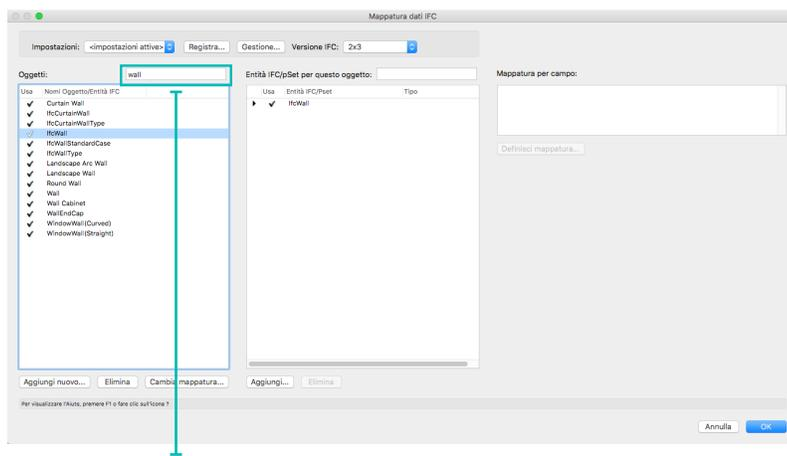

FIGURA 21
2. Selezionare l'oggetto che deve essere modificato, eventualmente utilizzando il campo per il filtraggio, posto sopra alla lista oggetti (**FIGURA 21**).